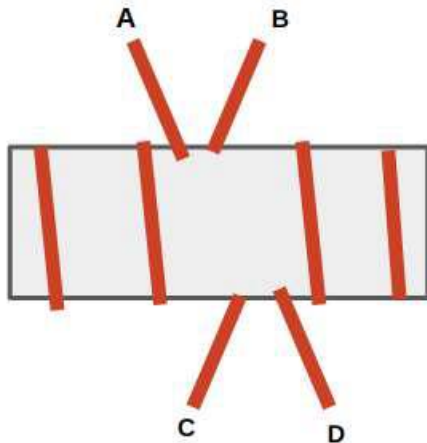

Figure 6-4: Toroid winding diagram
□ Check the continuity of the windings. There should be continuity between A and C and between B and D. (See Figure 6-4.) Verify there is no continuity between A and D or between B and C.
巻線の導通を確認してください。A と C の間、および B と D の間に連続性がある必要があります。(図 6-4 を参照)。A と D の間、または B と C の間に連続性がないことを確認します。